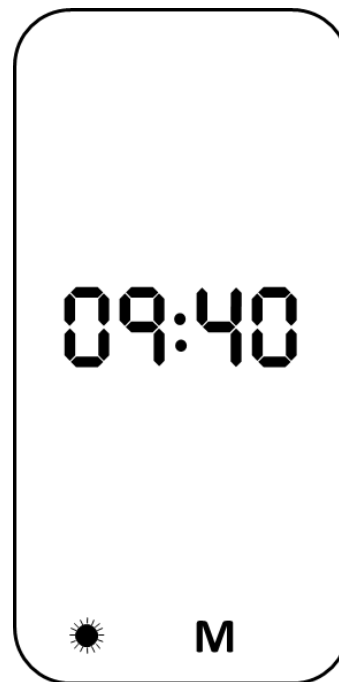

Fig. 3-5 Eksempel: visning efter en vellykket selvtest
- hvorvidt der er data gemt i blodtryksmåleren (**M**) (Fig. 3-5).